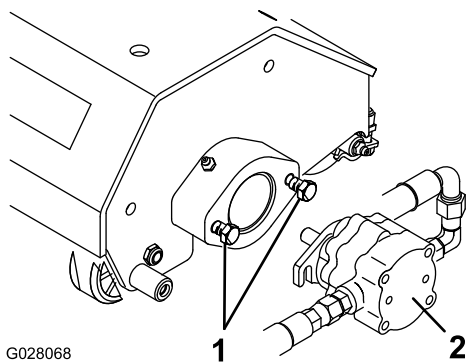

Figure 8
- A. Desserrez les vis de fixation du moteur de cylindre de chaque unité d'aération. Laissez dépasser environ 13 mm du filetage sur chaque vis de fixation (Figure 8).